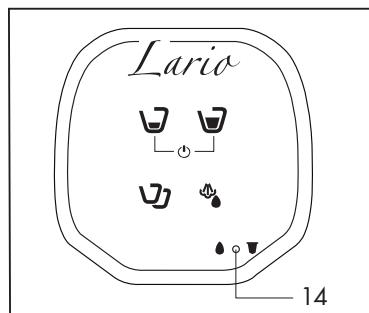

Fig. 4
Quando sul pannello comandi si illumina la spia (14) (Mod.VAP e 4D) significa che manca acqua nel serbatoio (**Fig.4**); procedere quindi al riempimento del serbatoio (8) come descritto sopra.